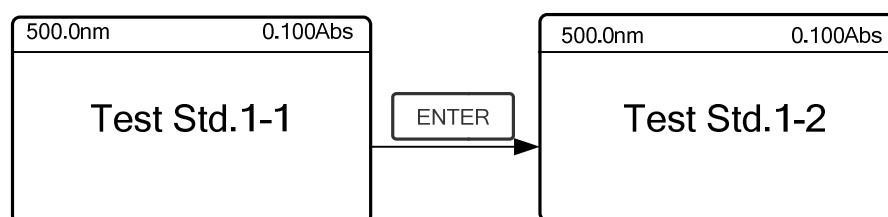

Fig. 4-13-2
- ★ Presione  para medir la muestra estándar 1# por primera vez, después el sistema le pedirá repetir la prueba de la muestra 1# de nuevo. (Fig. 4-13-2)